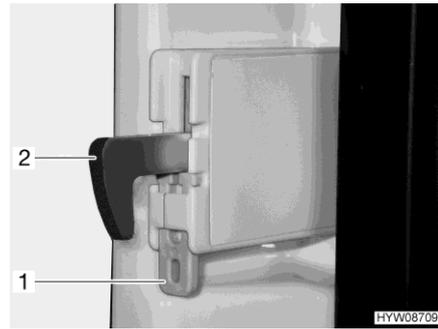

Fig. 252 Dispositivo de fijación (gancho de bloqueo)
- Fijar el gancho de bloqueo:** ■ Presionar la fijación (Fig. 252,1) hacia arriba. El gancho de bloqueo (Fig. 252,2) se presiona hacia arriba y ya no estará funcionando.
- Soltar el gancho de bloqueo:** ■ Presionar el gancho de bloqueo (Fig. 252,2) hacia abajo. El gancho de bloqueo volverá a funcionar.